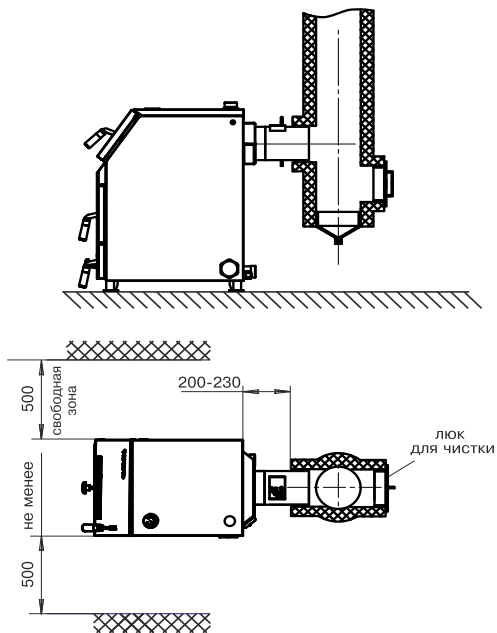

Рис.2 Схема установки котла
6.1.11. Расположение котла в помещении с учетом необходимого для обслуживания пространства показано на (рис.2).